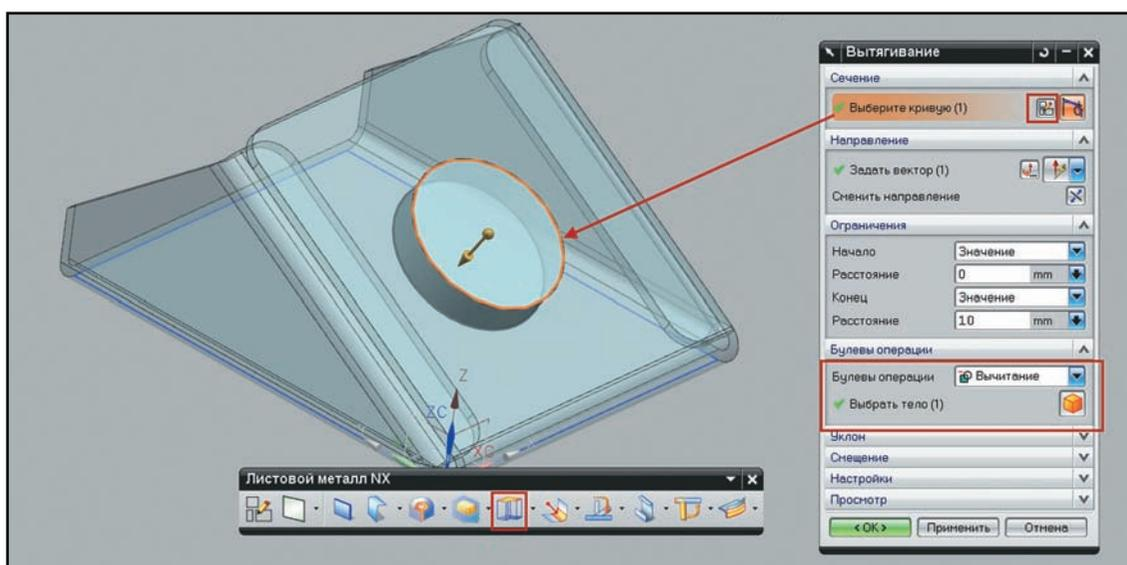

Рисунок 5.20. Вырез произвольной формы Вытягиванием
- На грани фланца, согнутого под острым углом, расположите новый эскиз и нарисуйте окружность, закончив эскиз, вытяните его внутрь модели на 10–15 мм (рис. 5.20). Нажав кнопку **ОК**, закончите построение выреза.